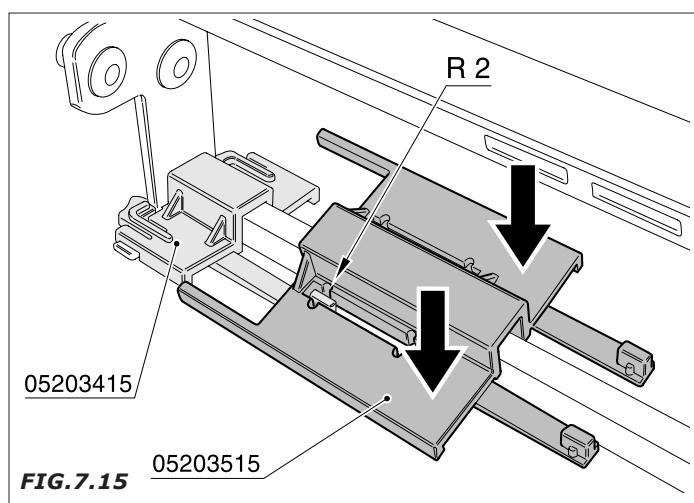

FIG. 7.15
- Apoyen el detalle 05203515 según lo indicado en la figura y hagan coincidir la referencia R2 con el trinquete ref. N1 del detalle 05203415 (*Fig. 7.15*). Empujen con fuerza, en los dos lados, hacia abajo según lo indicado por las flechas hasta el encastre completo.